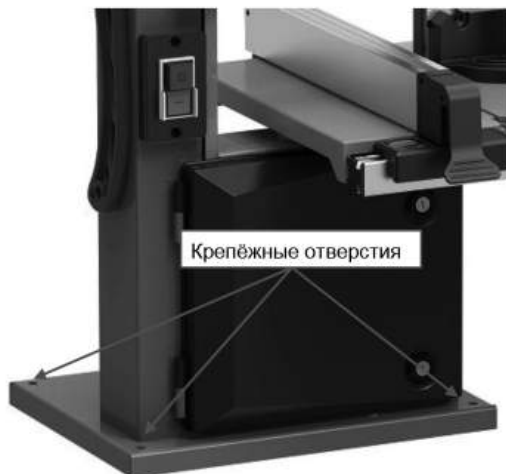

Рис. 3
- Вверните болты через крепёжные отверстия и закрепите снизу гайками (рис. 3).